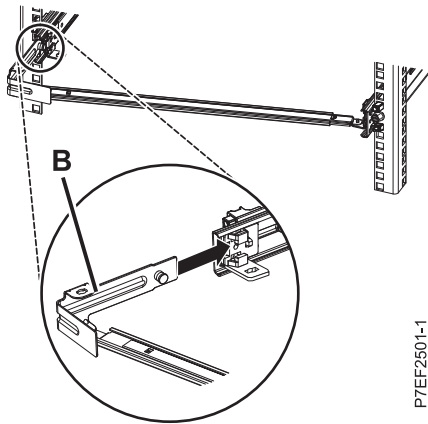

Figura 12. Tendido de la patilla e instalación de la abrazadera en el riel deslizante
4. Conecte la pieza de sujeción de tope de portacables (**B**) a la ranura en la parte interior del lado izquierdo deslizando la pieza de sujeción de tope (**B**) en el riel deslizante hasta que el pestillo accionado por resorte quede fijado. Para conocer detalles, consulte la Figura 12.